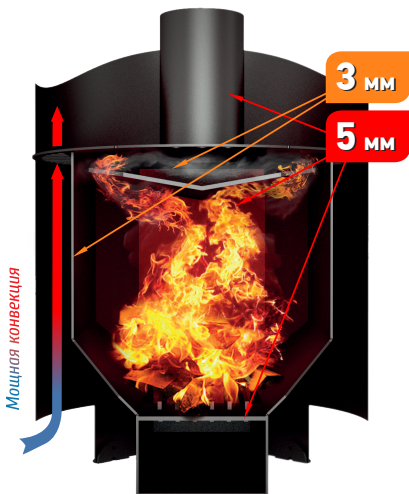

Рис. 3 Устройство и работа печи
Топка печи «Аурога» (6) изготовлена из проката повышенной прочности. Применение подобной стали, с учетом толщины стенок топки 3 мм, а на более ответственных элементов - 5 мм (рисунок 3), никак не уменьшает массу печи, но увеличивает надежность и срок эксплуатации.
Эффективная схема прогрева камней и парильного помещения заключается в том, что процесс теплообмена организован не только поверхностью дна каменки и патрубка (2), но и конвекцией воздуха между топкой и защитным кожухом (1) через конвекционные отверстия (рисунок 3).